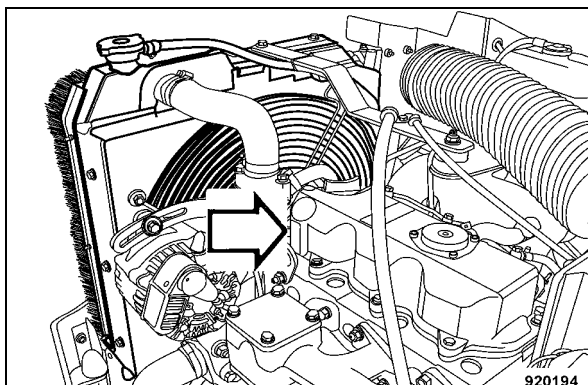

Fig. 160
- Déposer le couvercle de la tête de cylindre (Fig. 160).